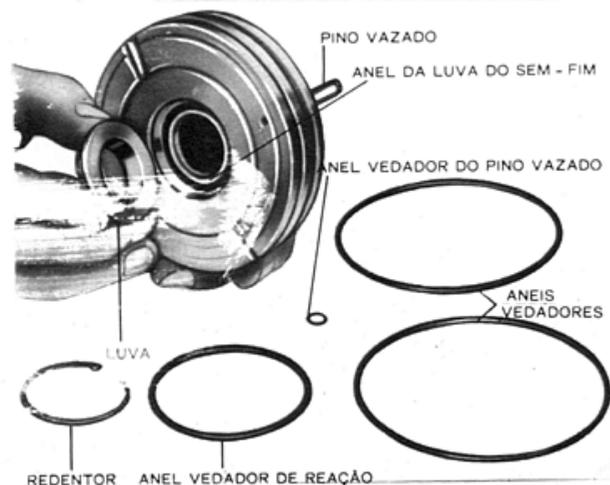

Fig. 17 — Remoção do vedador de óleo e luva do cabeçote do cilindro
- Remover o anel de pressão, a luva e o anel vedador de óleo da borda do orifício do cabeçote do cilindro (fig. 17).